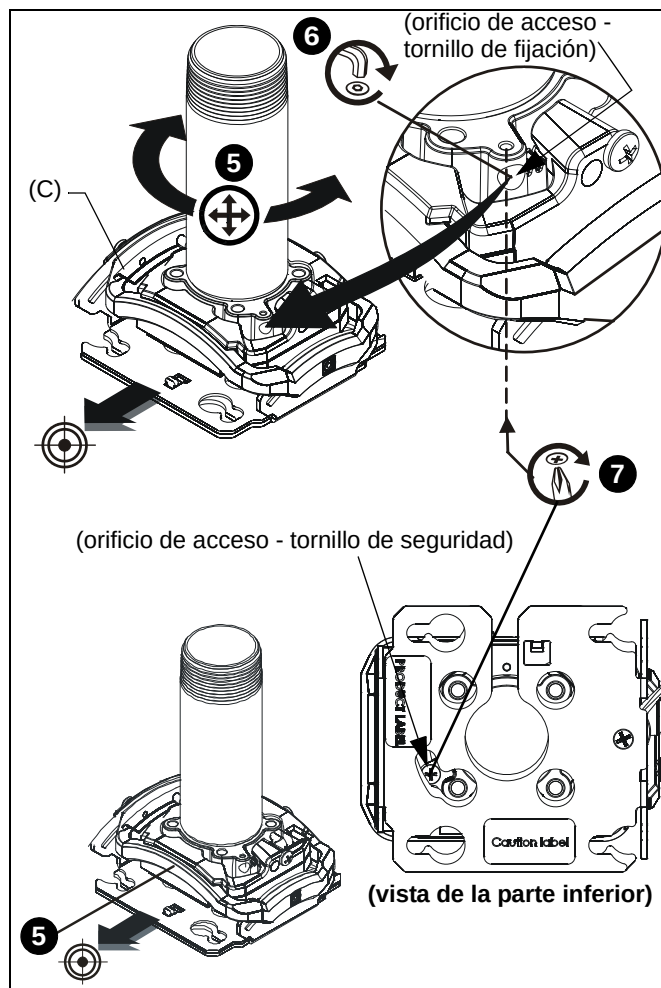

Figura 2
7. Con un destornillador Phillips, gire el tornillo de seguridad (está colocado en el soporte del proyector y se puede acceder a él a través de la parte inferior del soporte del proyector) hasta que el tornillo de fijación ya no se vea a través del orificio del soporte del proyector. (Consulte la Figura 2)